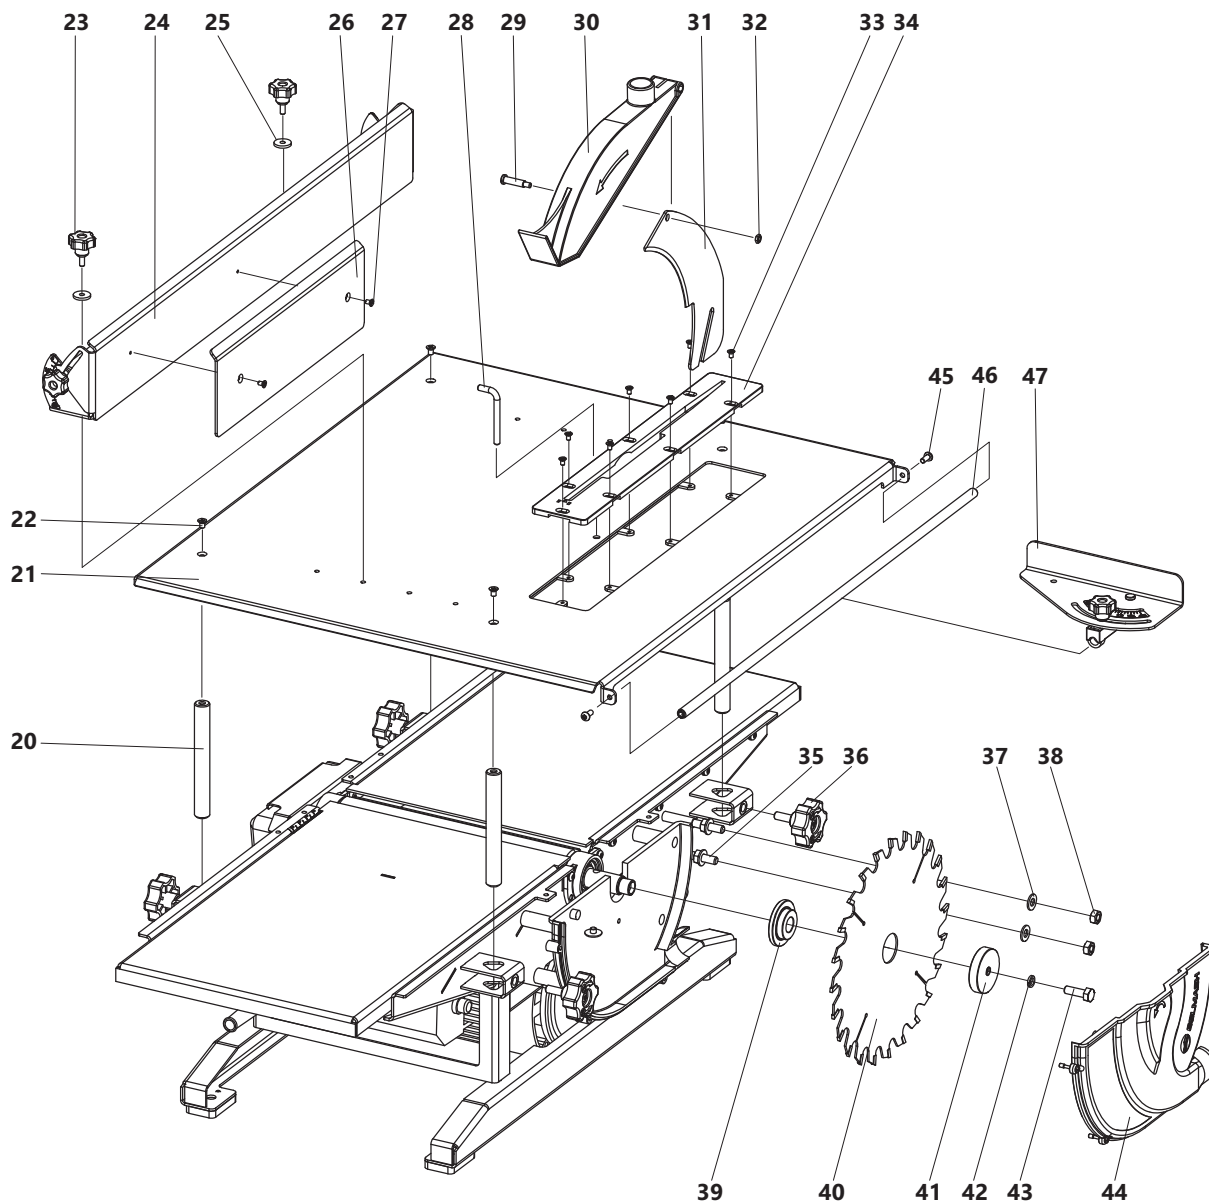

Рисунок 5. Схема сборки станка на операцию пиления
Перед началом работы следует произвести подготовку и наладку станка (рис. 5).
Для установки необходимо (рис. 5):
- навернуть гайки 38 (рис. 5) на резьбовые стержни 35, установить шайбы 37;
Для установки и регулировки необходимо (рис. 5):
Для установки и настройки необходимо (рис. 5):
- расфиксировать ручки 36 (рис. 5), освобождая тем самым систему крепления пильного стола к станку;
- установить дисковую фрезу 49 и прижать обратной стороной опорной шайбой 41 и зафиксировать болтом 43 и шайбой 42 (рис.5);